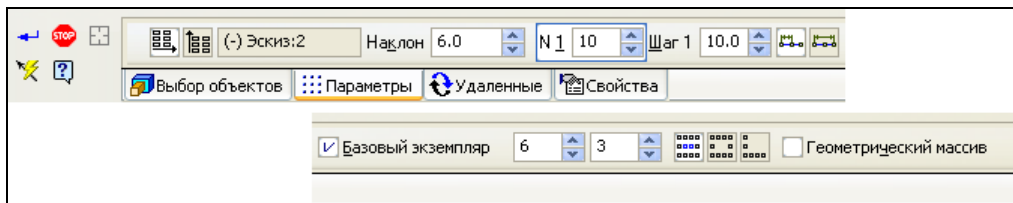

Рис. 5.4. Панель свойств команды **Массив по сетке** на вкладке **Параметры**
- ◆ откройте вкладку **Параметры** (рис. 5.4). Элементы управления данной вкладки практически точно такие же, как на вкладке **Параметры** Панели свойств команды **Массив по сетке** в режиме Чертеж. Схема образования параллелограммной сетки характеризуется направлением образующих его векторов и углом между ними (см. урок 10 в [1]). Началом координат можно считать любую точку копируемых объектов. В некоторых случаях направление образования сетки можно задать с помощью команды **Построение вектора** на Панели специального управления. В этом случае в поле **Ось 1** будет отображаться слово **Вектор**. Подробное построение векторов см. в уроке 23 в [2]. Зададим параметры массива по двум осям;